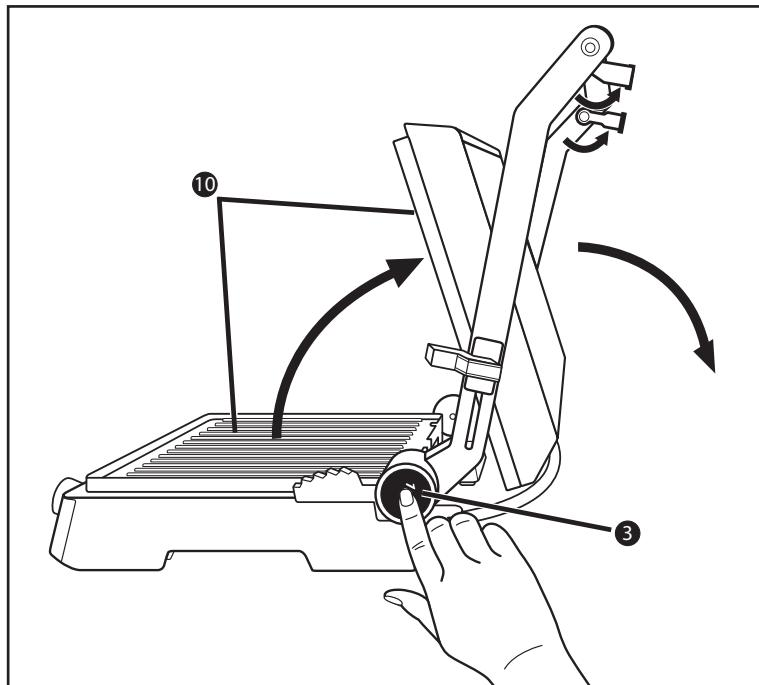

Abb.1
- 1) Klappen Sie die beiden Stützfüße **1** aus (Abb.1).
- 2) Drücken Sie die Entriegelungstaste 180° **3** (Abb.1) und öffnen Sie den Gerätedeckel so weit, dass beide Heizplatten **10** als Tischgrill benutzt werden können.